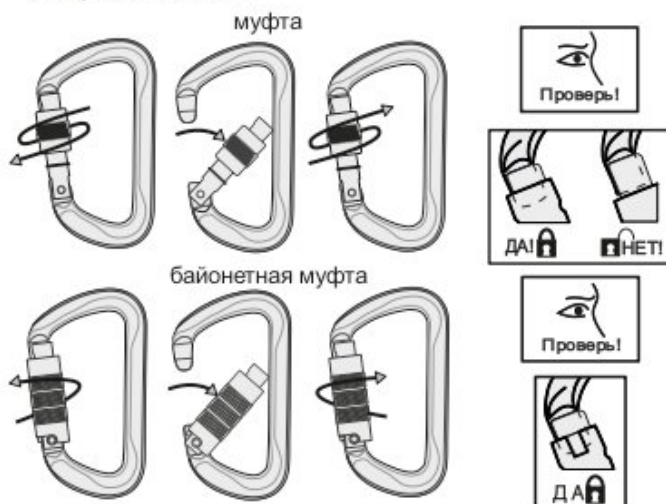
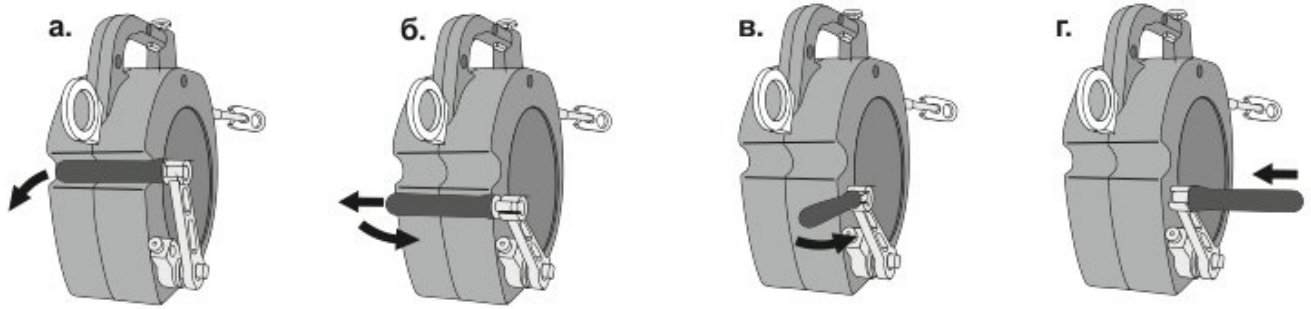
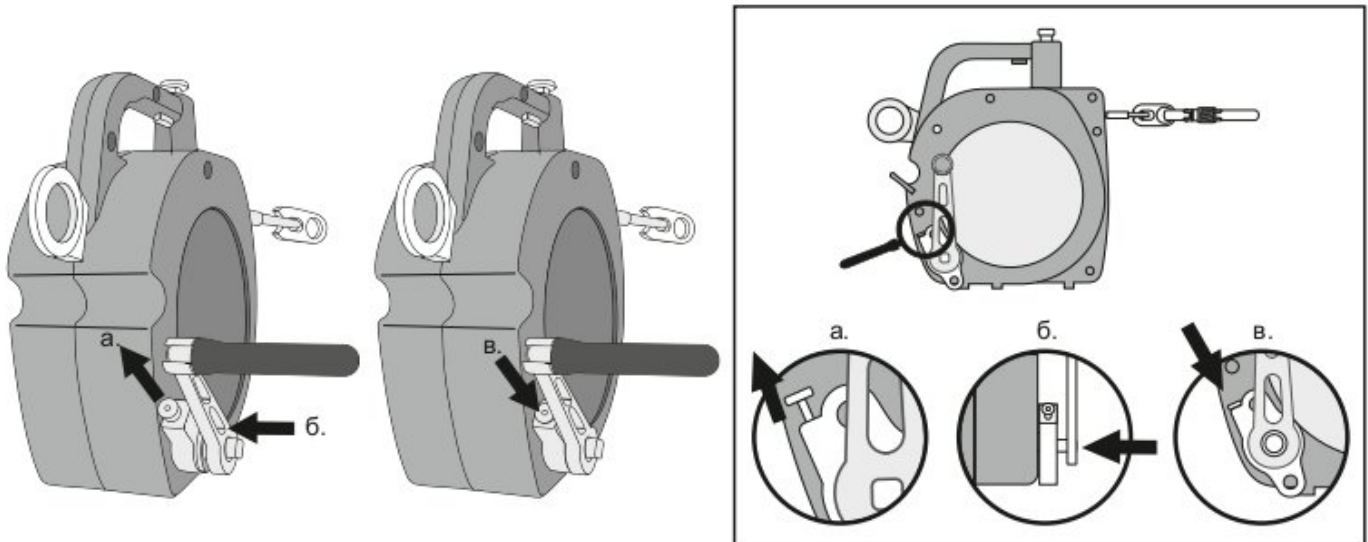

Рис. 13. Активация лебёдки для натяжения линии
Рис. 14. Соединение рукоятки с механизмом вращения лебёдки
Рис. 15. Устранение провисания троса
**Действие 4.** Переведите рукоятку из парковочного в рабочее положение (рис. 13а, б, в, г). Поднимите стопорный штифт вверх. Прижмите основание рукоятки к устройству. Опустите стопорный штифт для соединения рукоятки с механизмом вращения лебедки (рис. 14). Устраните излишнее провисание троса, вращая рукоятку лебедки по часовой стрелке (рис. 15а). Проверьте степень натяжения троса анкерной линии (рис. 15б).
**Действие 2.** Переведите рукоятку в рабочее положение (рис. 13а, б, в, г). Поднимите стопорный штифт вверх. Прижмите основание рукоятки к устройству. Опустите стопорный штифт для соединения рукоятки с механизмом вращения лебедки (рис. 14).